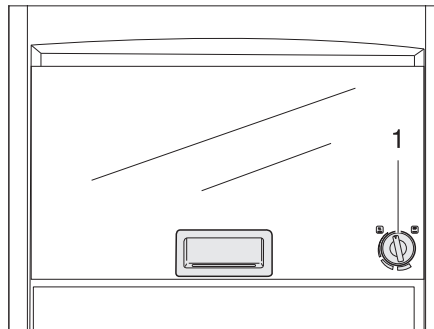

Fig. 227 Four à gaz (Dometic)
- Appuyer légèrement sur le bouton tournant (Fig. 227,1) et le tourner vers la gauche sur la position souhaitée.
- Tourner le bouton tournant (Fig. 227,1) sur "O". La flamme s'éteint.